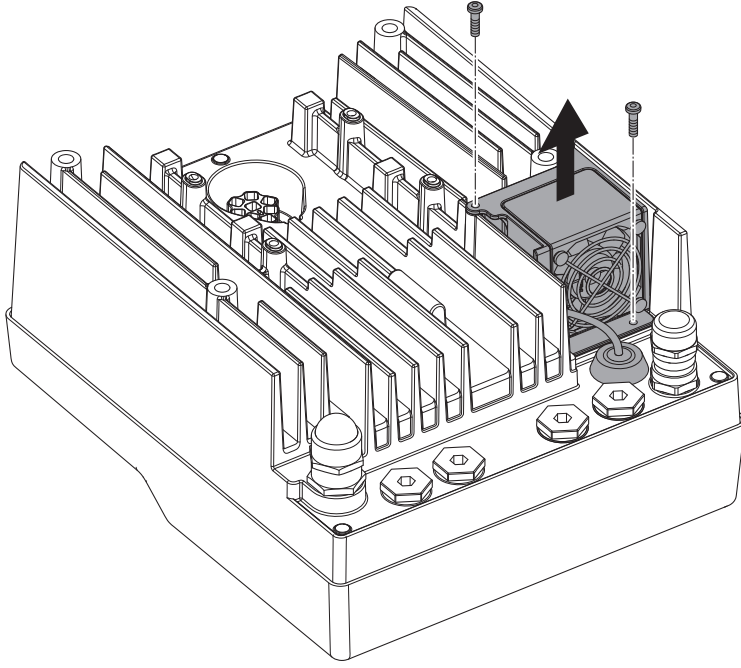

Fig. 47: فك مروحة الوحدة
- ← فك مسامير مروحة الوحدة (Fig. 47).